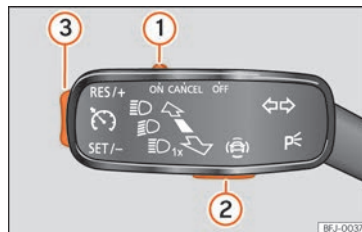

Abb. 181 Am Blinkerhebel: Tasten zur Bedienung des Geschwindigkeitsbegrenzers.
Zum Wechseln zwischen den Fahrerassistenzsystemen die Taste » » **Abb. 181** » » drücken und anschließend mit dem Rädchen rechts im Multifunktionslenkrad im Menü Kombi-Instrument wählen und durch Drücken des Rädchens bestätigen.
- Schieben Sie den Schalter »» **Abb. 181** ① auf die Position **ON** und drücken Sie die Taste ②.
- Drücken Sie während der Fahrt die Taste »» **Abb. 181** ③ im Bereich **SET/-**.
» Abb. 181 ③ eingestellt werden:
- Schieben Sie den Schalter » Abb. 181 ① auf die Position **OFF**.
Wenn Sie den Geschwindigkeitsbegrenzer – beispielsweise zum Überholen – vorübergehend deaktivieren möchten, schieben Sie den Schalter » Abb. 181 ① auf die Position **CANCEL** oder drücken Sie die Taste ②.
Nach dem Überholmanöver kann der Geschwindigkeitsbegrenzer wieder mit der zuvor gespeicherten Geschwindigkeit aktiviert werden, indem die Taste » Abb. 181 ③ im Bereich **RES/+** gedrückt wird.